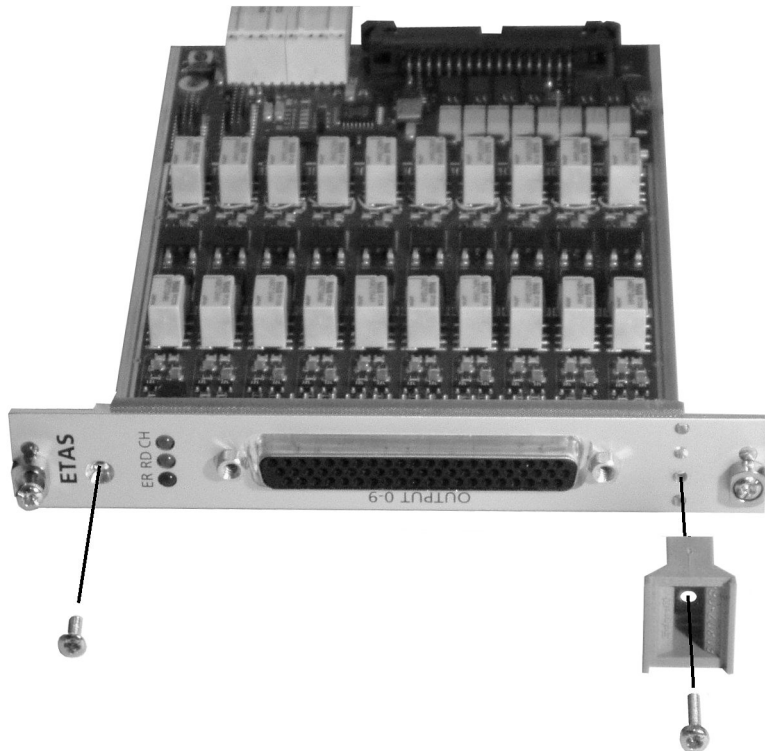

Abb. 5-3 Obere und untere Befestigungsschrauben anbringen
- Befestigen Sie die Frontplatte am unteren Ende und den Frontplattengriff mit der Flachkopfschraube M2,5x16 an dem zuvor angebrachten Halter (Abb. 5-3).